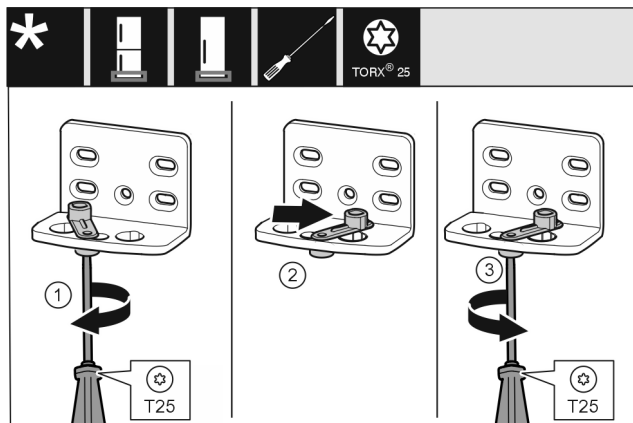

Fig. 11
- ▶ Înşurubaţi slăbit şurubul cu şurubelniţa T25. Fig. 11 (1)
- ▶ Ridicaţi dispozitivul auxiliar de închidere a uşii şi rotiţi-l cu 90° spre dreapta în orificiu. Fig. 11 (2)
- ▶ Înşurubaţi ferm şurubul cu şurubelniţa T25. Fig. 11 (3)